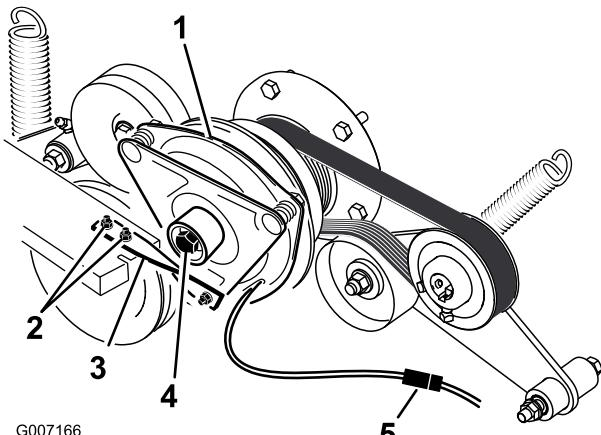

Figura 62
5. Desligue a ligação elétrica para a embraiagem (Figura 62).
- 2. Parafusos (2) e porcas para a fita da embraiagem
6. Retire os parafusos que fixam a fita de borracha da embraiagem à estrutura do cortador (Figura 62).
7. Retire o parafuso central que fixa a embraiagem ao eixo do motor e retire a embraiagem e a chave (Figura 62).
14. Enquanto segura a árvore de cames na parte de trás da máquina, instale o parafuso central e aperte-o com 68 N m (Figura 62).
15. Instale a fita de borracha da embraiagem na estrutura do cortador com os 2 parafusos e porcas previamente removidos (Figura 62).
17. Ligue a ligação elétrica para a embraiagem (Figura 62).